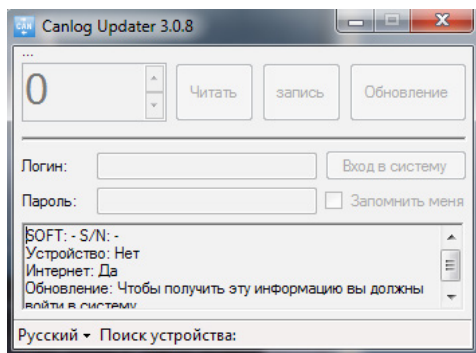

Рис.9. Программа Canlog Update.
2. Запустить программу «Canlog Updater» («UCanlogUpdater.exe»), Рис.9.